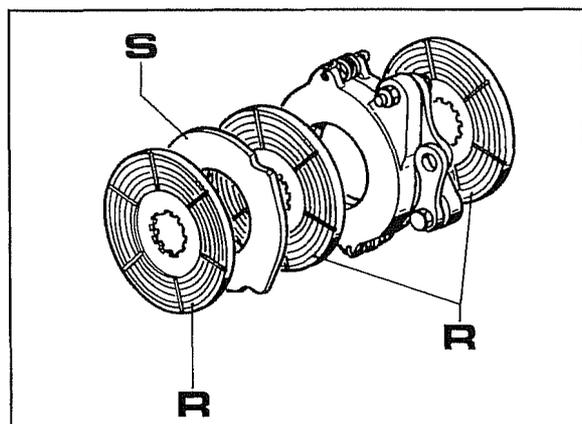

Abb. 22
- Die Abb. 22 stellt die komplette Bremsmasse dar, die es bei den Maschinen bis zur Fahrgestell-Nr. C467493 gibt.